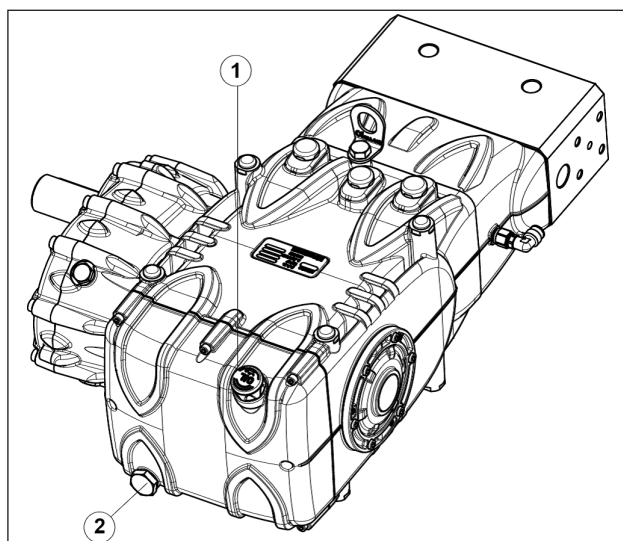

图 3
检查油位，如有需要，可通过油位杆（①，图 3）恢复正常油位。
油位的正确检查应在泵浦处于室温下进行，换油必须在泵浦处于工作温度下进行，方法是拆除塞子（②，图 3）。油料检查和更换应按照第11章的表格中指出的内容进行。需要的油量大约在：
使用插入到排油塞的温度探针进行，部件号 (2)，图3。请参阅“ATEX防爆保护”手册。